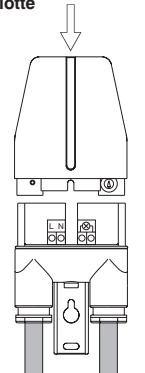
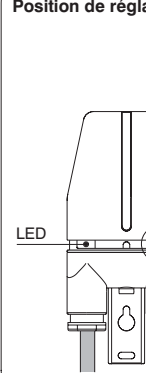

fig. 5
fig. 6
- position the dome (fig. 5) and press down until the captive screw is engaged; the adjustment trimmer and the threshold trip indicator LED should be visible (fig. 6), and the faston clips of the circuitry should be in contact with the terminals on the base.
- make the threshold adjustment (from 2 to 200 LUX) by turning the trimmer (fig. 6); the LED will light up to indicate correct operation of the sensor.
- The light-sensitivity adjustment can be made with the device under load and in complete safety, simply by selecting the setting position (fig. 6).
- Mettre en place la calotte (fig. 5) et appuyer pour l'amener contre la vis imperdable; le trimmer de réglage et la LED de signalisation au seuil atteint sont visibles (fig. 6), les cosses du circuit et les bornes de la base sont en contact.
- Effectuer le réglage (de 2 à 200 LUX) en agissant sur le trimmer (fig. 6); l'illumination de la LED signalera le fonctionnement correct de la sonde.
- «Possibilité d'effectuer le réglage du degré de sensibilité à la lumière avec un appareil en charge et en toute sécurité, en amenant l'interrupteur crépusculaire en position de réglage (fig. 6).
Der Dämmerungsschalter für die Installation an Masten wurde bis ins kleinste Detail mit den modernsten Technologien konzipiert und realisiert und soll auch die Arbeit des Installateurs erleichtern. Das Gerät wird mit einer "verlustsicheren" Schraube geöffnet und geschlossen. Der Ein-/Ausschaltwert kann in absoluter Sicherheit eingestellt werden während das Gerät unter Spannung steht, indem der Dämmerungsschalter auf Einstellungsposition gebracht wird (Abb. 6). Die Kappe mit der Schaltung kann ersetzt werden während Sockel und Kabel in Einbaustellung und verkabelt bleiben, dadurch wird für diesen Eingriff erheblich Zeit gespart. Diese Vorzüge und seine technischen Eigenschaften machen ihn zur idealen Lösung für die Steuerung von Beleuchtungsanlagen im Freien.
- Die Kappe aufsetzen (Abb. 5) und zudrücken, bis sie die verlustsichere Schraube berührt; der Regel-Trimmer und die LED für die Anzeige der erreichten Schwelle sichtbar sind (Abb. 6), die Faston-Verbindler der Schaltung und die Sockelklammern in Kontakt sind.
- Mit dem Trimmer (Abb. 6) die gewünschte Einstellung vornehmen (2 bis 200 LUX); das Aufleuchten der LED zeigt den korrekten Betrieb der Sonde an.